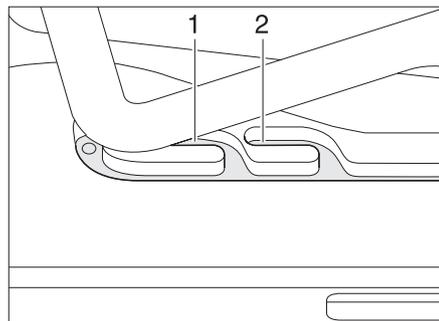
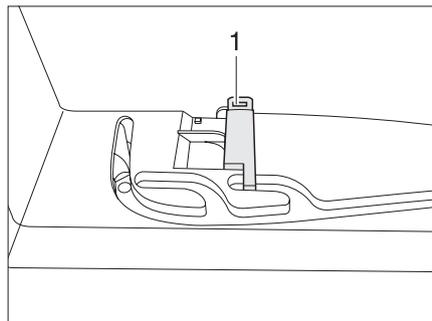

Fig. 35 Lanterneau Heki en position de ventilation
Fig. 36 Verrouillage position de ventilation
Il est possible d'amener le lanterneau Heki en deux positions de ventilation : Position pour mauvais temps (Fig. 35,1) et position intermédiaire (Fig. 35,2). Suivant le modèle, il est possible de verrouiller le lanterneau en position intermédiaire avec le verrou (Fig. 36,1).
- ▶ Pousser légèrement l'étrier vers le haut, le pousser dans la glissière choisie (Fig. 35,1 ou 2) et le verrouiller si nécessaire.